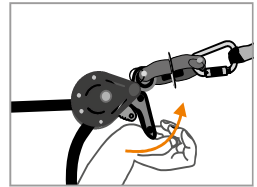

Fig 5
Pour démonter la ligne de vie, tirer sur le levier de came (4) (Fig. 5). Décrocher l'ensemble et ré-emballer dans son sac d'origine.